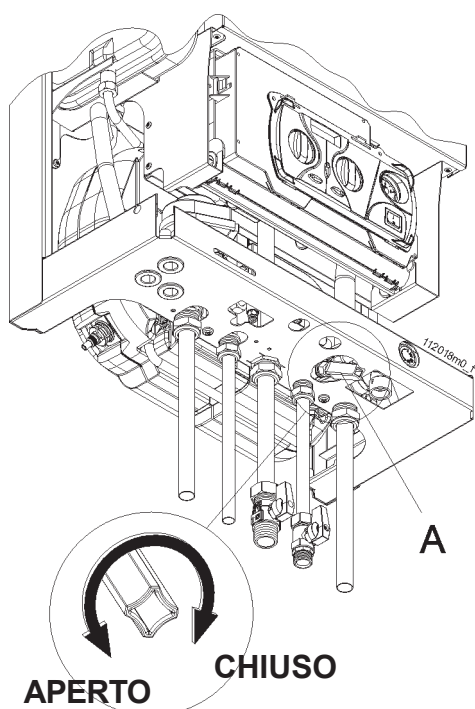

Figura 7-2 - Rubinetto di carico
- aprire il rubinetto di carico (vedi figura 7-2) ruotandolo in senso antiorario, quando, a seconda del modello di apparecchio, tale rubinetto è assente, agire sul dispositivo previsto dall'installatore;
- chiudere il rubinetto di carico (vedi figura 7-2) ruotandolo in senso orario quando, a seconda del modello di apparecchio, tale rubinetto è assente, agire sul dispositivo previsto dall'installatore;
ATTENZIONE !!! Durante il normale funzionamento dell'impianto il rubinetto di carico (vedi figura 7-2) deve rimanere sempre in posizione di chiusura.